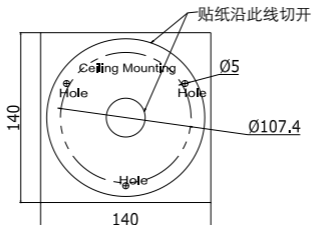

图3-3 安装贴纸
3. 取出随机附带的安装贴纸，如图 3-3 所示。将安装贴纸贴在需要安装摄像机的天花板部位，然后根据安装贴纸上标识的孔位钻孔。